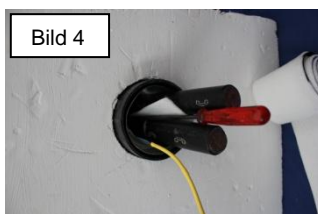

Bild 4
2.) Alternativ: Quellvlies- Einschiebeband Nr. 3 im  $\varnothing$  des größten Kabels abschneiden und zwischen beide Kabel einschieben Bild 4.